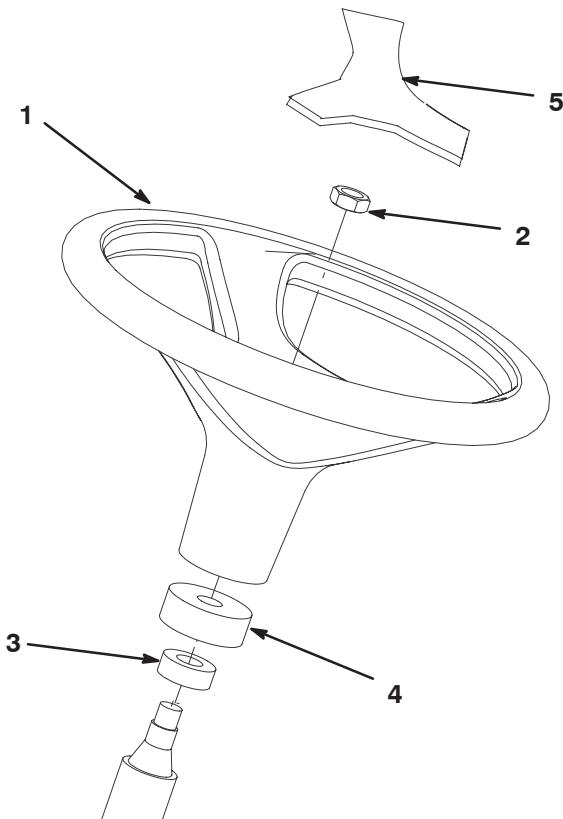

Bild 2
- Nehmen Sie das Lenkrad von der Sitzplatte ab. Nehmen Sie die Kappe vom Lenkrad ab (Bild 2).
- Nehmen Sie die Sicherungsmutter von der Lenkwelle ab. Stellen Sie sicher, dass die Schaummanschette und die Staubabdeckung an der Lenkwelle befestigt sind (Bild 2). Schieben Sie das Lenkrad auf die Lenkwelle.